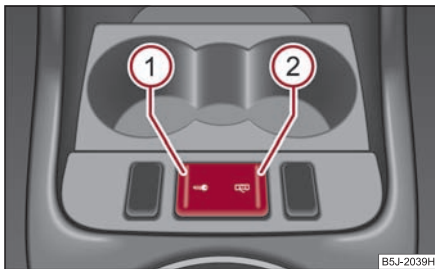

Fig. 37 Tasta închiderii centralizate
- Apăsați tasta **(1)** ⇒ **fig. 37.** Simbolul  din tastă se aprinde.
- Apăsați tasta **(2)** ⇒ **fig. 37.** Simbolul  din tastă se stinge.